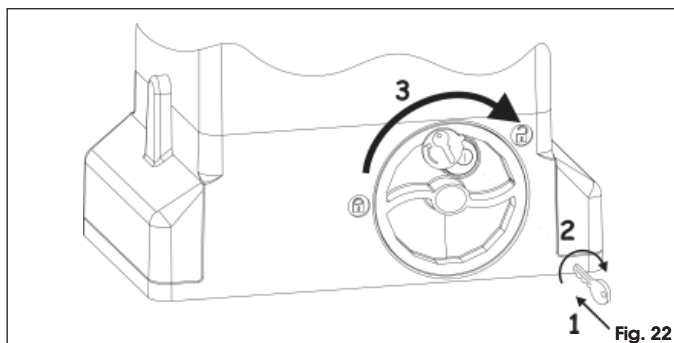

Fig. 22
1. Inserire l'apposita chiave in dotazione e ruotarla in senso orario come indicato in Fig.22 rif.1 e 2.
2. Ruotare il sistema di sblocco in senso orario sino all'arresto meccanico, Fig.22 rif.3.